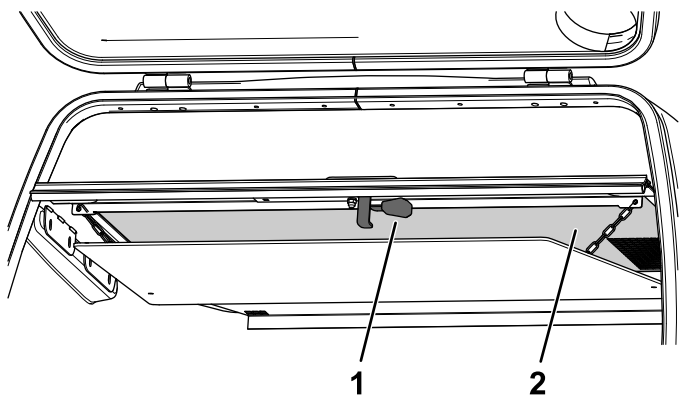

Figura 138
2. Puxe para baixo a alavanca de libertação na parte inferior do filtro da tremonha (Figura 138).